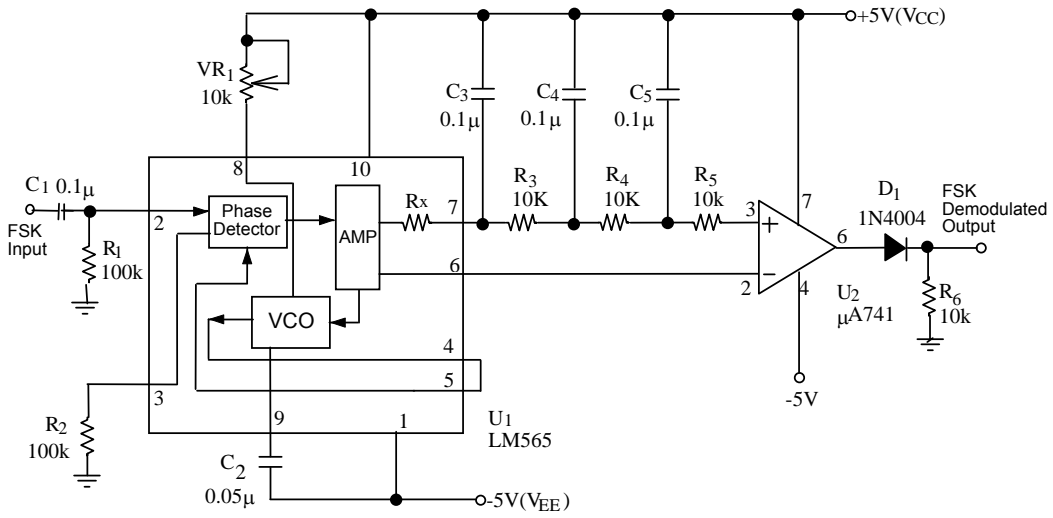

Fig. 14-2 FSK demodülatörü.
Bu deneyde, Fig. 14-2'de gösterildiği gibi bir FSK demodülatörünü gerçekleştirmek için LM565 PLL yapısını kullanmaktayız. LM565 PLL, faz detektörü, VCO ve 500kHz'in altında çalışan bir kuvvetlendirici içermektedir. Faz detektörü, çift dengeli modülatör olarak çalışmaktadır. VCO, bir integrator-Schmitt devresidir. +5V ve -5V beslemeler sırası ile V_{CC} (pin 10) ve V_{EE} (pin 1)'ye uygulanır. FSK işareti, faz detektörünün girişine uygulanır. Deneyimizde frekans çarpıcı gereksiz olduğundan dolayı, 4. ve 5. pinler birbirine bağlanır. Referans çıkışı (pin 6), U2 karşılaştırıcısına referans gerilimi sağlar.
Girişte işaret olmadığı zaman, VCO'nun çıkış frekansına serbest çalışma frekansı f_o adı verilir. Fig. 14-2 devresinde, LM565'in serbest çalışma frekansı VR_1 ve C_2 zamanlama elemanları ile belirlenir ve aşağıdaki gibi bulunur;
1. Fig. 14-2'deki LM565 devresinde bulunan VCO'nun serbest çalışma frekansını hangi elemanlar belirlemektedir.
2. Fig. 14-2'deki μ A741'in kullanım amacı nedir?